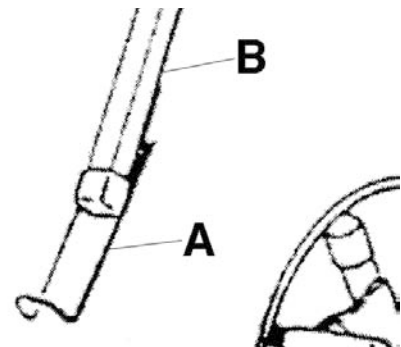

FIGURE 9
Pivotez les crochets de support (A) Fig.9 (tel qu'illustré) sur chaque bras de travers (B) pour supporter le panneau de gypse.
- 2) Pivotez les deux crochets de support sur les deux bras de travers, voir Fig.9. Assurez-vous que le berceau est tourné pour que les crochets de support soient du côté opposé de la roue du treuil.